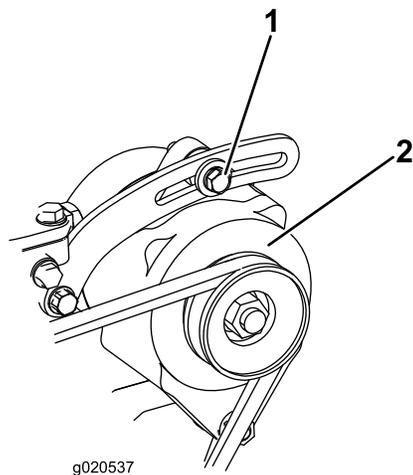

図 99
1. たわみが 10 mm でない場合には、オルタネータ取り付けボルトをゆるめる 図 99。